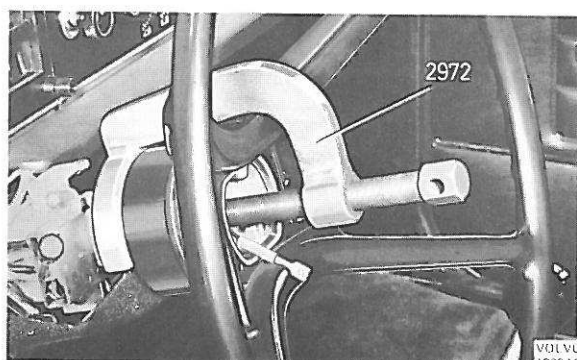

Figure 68. Démontage du volant, jusqu'aux modèles 1972
4. Avec les roues avant alignées, adapter l'extracteur 2972 comme indiqué sur la figure 68 et démonter le volant.